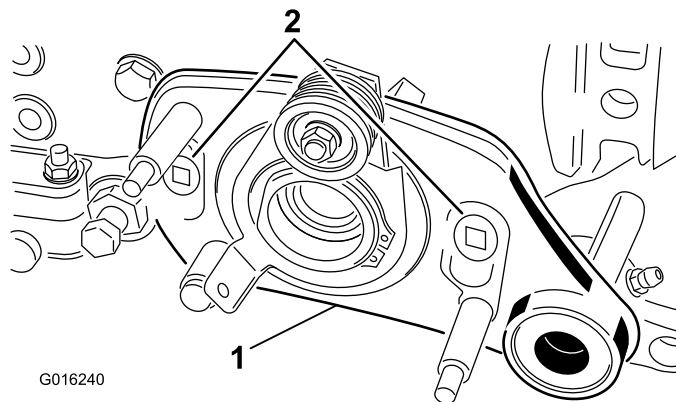

Figura 33
8. Retire los 2 pernos de cuello largo que sujetan el conjunto de transmisión del acondicionador a los adaptadores de la chapa lateral (Figura 33).